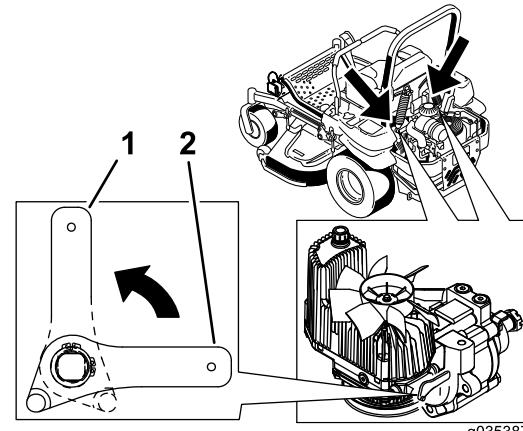

Figure 40
2. Tournez les leviers des valves de déblocage à la verticale pour pousser la machine (Figure 40).
| 4. Tournez les leviers des valves de déblocage à l'horizontale pour utiliser la machine ( <a href="#">Figure 40</a> ). |  |